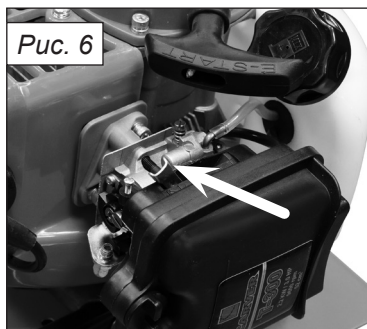

Рис. 6
2. Установите рычаг управления воздушной заслонкой (рис. 6) в положение «Закрыто», а на рукоятке управления установите выключатель в положение «Включено» («ON»).